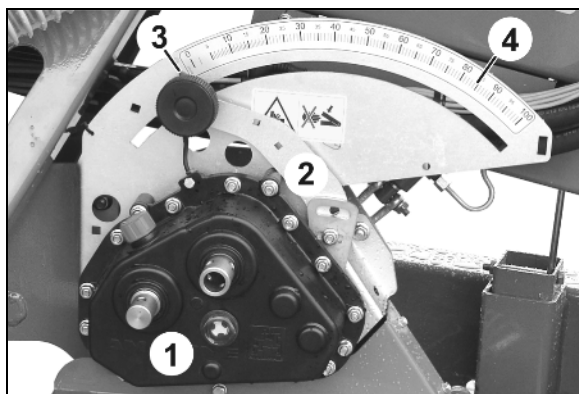

Fig. 62
8. Fjern prøvehåndsvinget (Fig. 62/1) fra transportholderen ved siden af støttehjulet.